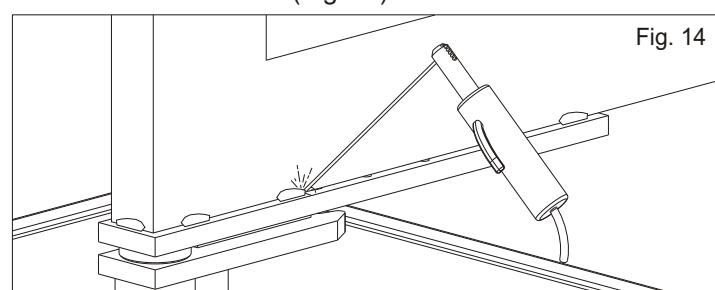

Fig. 14
3.2. soldar con cuidado el conjunto hoja a la hoja de la cancela realizando una fijación por tramos de aprox. 3-4 cm a lo largo de la superficie de contacto evitando la soldadura en las cercanías de los huecos que tienen rosca, ademas de hacerlo en modo que venga respetada la perpendicularidad con las asas de rotación (Fig. 14)